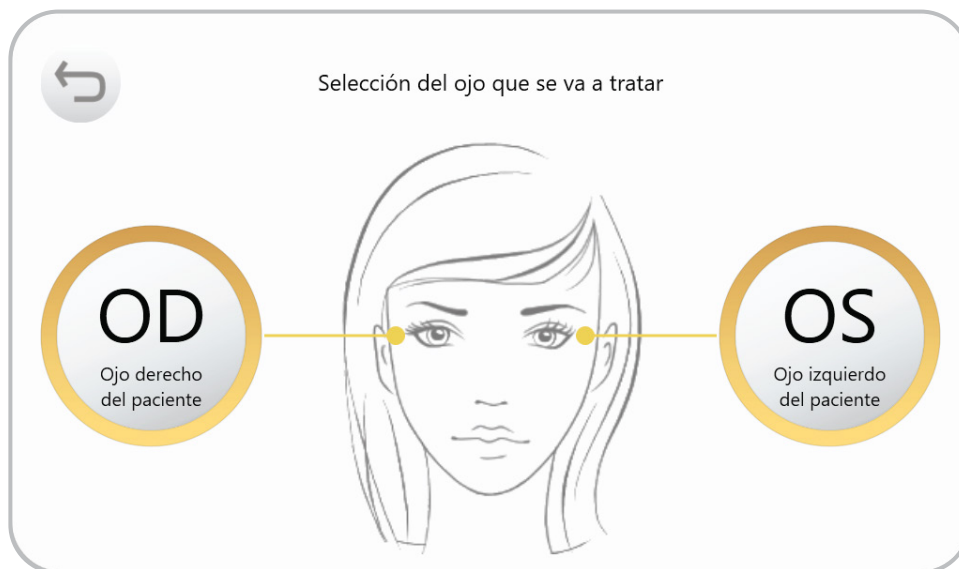

FIGURA 8
Si se va a seleccionar un solo ojo a tratar, márkelo en la pantalla táctil (Figura 8). Si se seleccionan los dos ojos para tratamiento, no se mostrará esta pantalla al técnico. El ojo derecho (OD) siempre será el primero en tratar, seguido del izquierdo (OS).